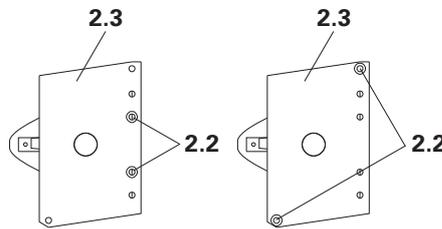

Fig. A1.04
3. Fixer deux vis de centrage M12 (2.2) (SW 19) avec un écrou hexagonal sur la plaque articulée (2.3). La position est déterminée selon l'utilisation prévue. (Fig. A1.04)